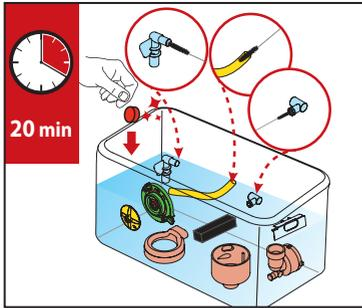

Fig.1
1. Poġġi l-partijiet kollha tas-sistema tat-taħlit f'landa b'agent tat-tindif tajjeb għal mal-ikel approvat lokalment u mishun u zommom mgħaddsin għal madwar 20 minuta. (Ara Fig.1)